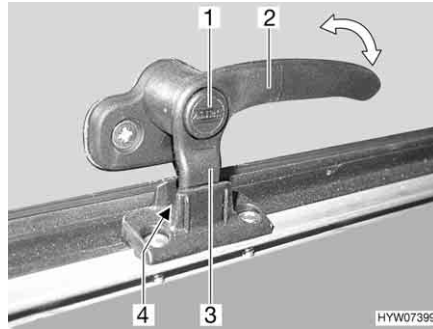
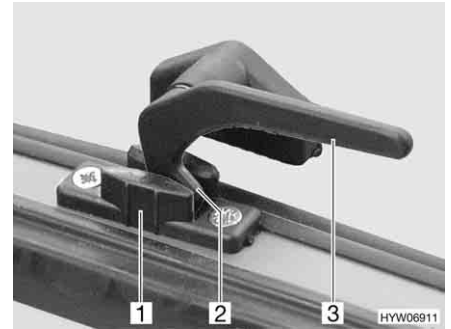

Bild 69 Verriegelungshebel mit Sicherungsknopf in Stellung "Dauerbelüftung"
Bild 70 Verriegelungshebel in Stellung "Dauerbelüftung"
- in Stellung "Dauerbelüftung" (Bild 69 und Bild 70)
- Wenn vorhanden, Sicherungsknopf (Bild 69,1) drücken und gedrückt halten.
- Den Verriegelungshebel (Bild 69,2 oder Bild 70,3) eine viertel Umdrehung zur Fenstermitte hin drehen.
- Den Verriegelungshebel wieder zurückdrehen. Die Verriegelungsnase (Bild 69,3 oder Bild 70,2) am Verriegelungshebel dabei in die Aussparung der Fensterverriegelung (Bild 69,4 oder Bild 70,1) einfahren.
- Wenn vorhanden, Sicherungsknopf (Bild 69,1) loslassen.